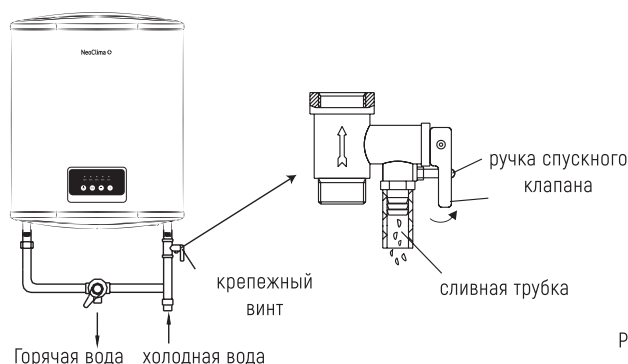

Рис. 1
- Предохранительный клапан следует устанавливать на входе холодной воды в нагреватель (см. Рис.1). Из сливной трубки предохранительного клапана может капать вода, поэтому эту трубку нужно оставлять открытой. Предохранительный клапан необходимо периодически проверять и очищать с целью обеспечения его нормальной работы.
- Слив воды из бака можно выполнить с помощью клапана сброса давления. Открутите стопорный винт на рычаге клапана и поднимите рычаг вверх (см. Рис.1). Трубка сброса давления обратного предохранительного клапана должна быть свободно направлена вниз.